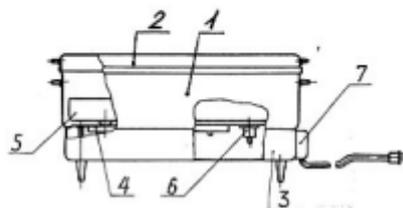

Рис. 1
4.1. В состав кипятильника (см.рис.1) входят: емкости (1), крышка (2), дно (3), коробка ввода с электрошнуром, предохранителями и индикатором включения в сеть (7), нагревательное устройство (4), лоток (5). Электрошнур снабжен двухполюсной вилкой с заземляющим контактом. Основные детали и улья кипятильника изготовлены из коррозионно-стойких материалов.
В случае выкипания воды или ее отсутствия (неправильной эксплуатации), емкость нагреется до температуры 120°С - 150°С, термоограничитель SK (поз.6 рис.1) разомкнется и отключит электронагреватель. Для продолжения работы провести техническое обслуживание согласно раздела 8 п.8.10 настоящего паспорта.